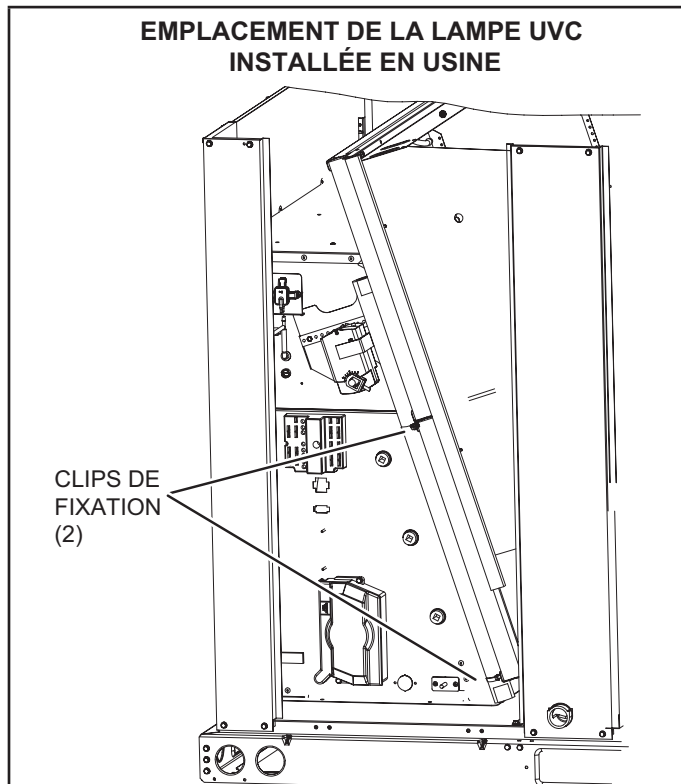

FIGURE 28
- 1 - Coupez les serre-fils et retirez la lampe UVC attachée au porte-filtre. Reportez-vous à la FIGURE 28.